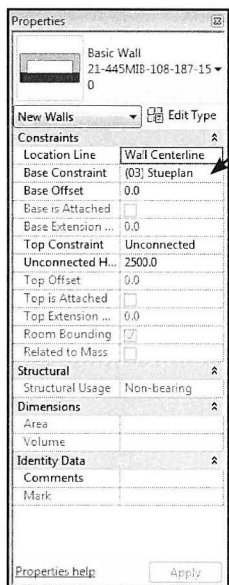

Fig. 05.10. *Base Constraint* vil som standard altid stå til det *Level* man har markeret i *Project Browseren*.
Base Constraint er, hvor væggen skal tegnes fra. I dette tilfælde er det fra (03) Stueplan. En dropdown menu med alle *Levels* forekommer, hvis man klikker på feltet med (03) Stueplan (Fig. 05.10).